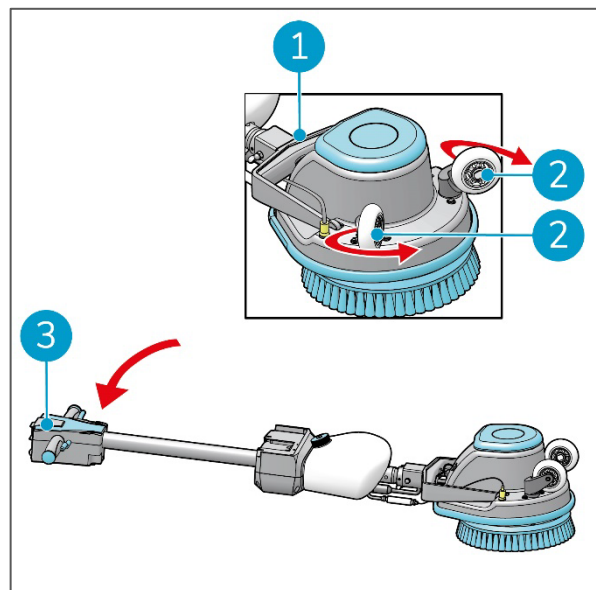

Figure 5
1. Faites tourner les roues de transport (Figure 5, POS 2) vers l'intérieur jusqu'à ce qu'ils se verrouillent en position.
2. Poussez la poignée vers le bas (Figure 5, pos 3) pour verrouiller la poignée à l'aide du piston d'index (Figure 5, POS 1).